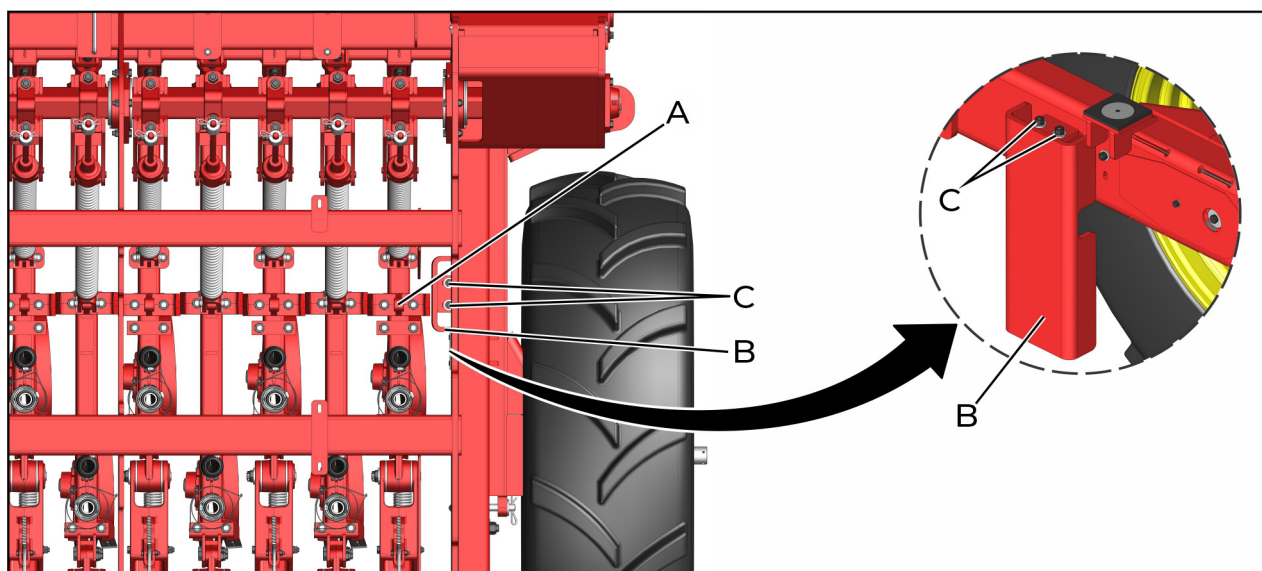

fig. 38
El espaciado entre líneas es fijo, de 17cm. Los espaciadores “H” (A) (fig. 38) y los estabilizadores (B) (fig. 38) garantizan este espaciado de forma continua. En caso de desgaste excesivo de los espaciadores “H”, los estabilizadores se pueden regular según sea necesario por medio de los tornillos (C) (fig. 38).